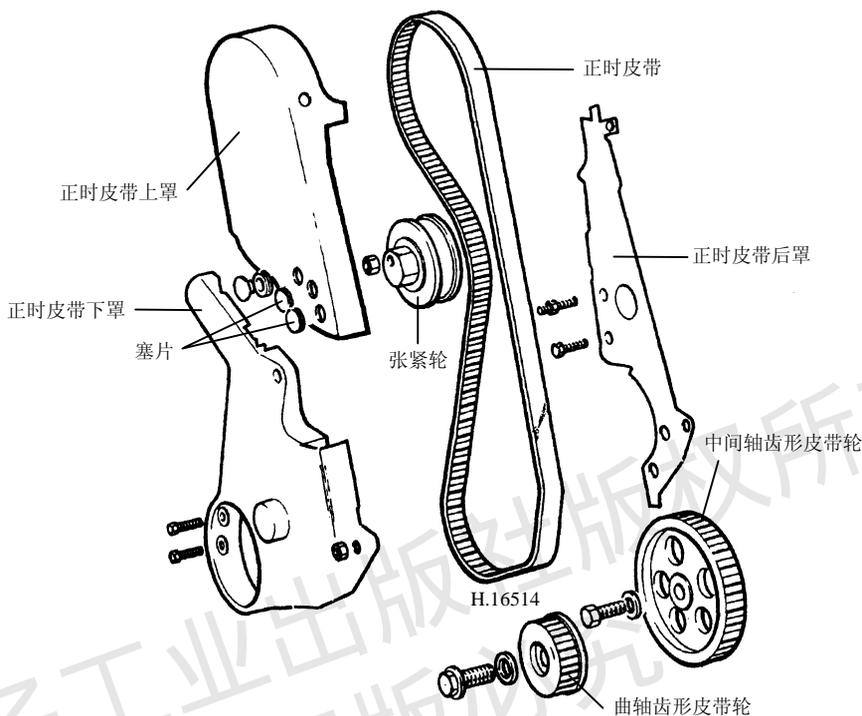

图 1.14 奥迪 100 轿车正时皮带与正时齿形带轮
- 检查方法：检测汽缸压力，各缸压缩压力均为 0，发现正时皮带损坏且不能转动，有 4 个气门被活塞顶弯。正时皮带与正时齿形带轮如图 1.14 所示。